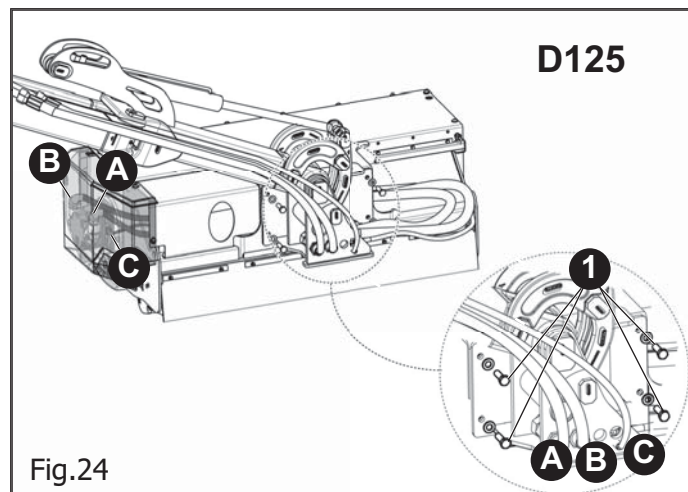
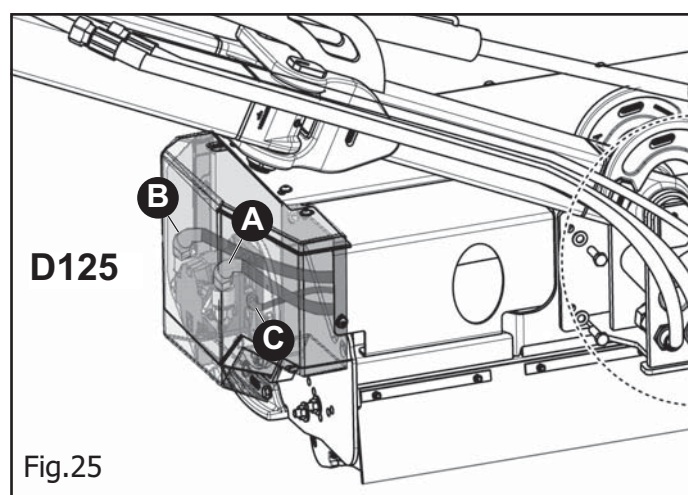
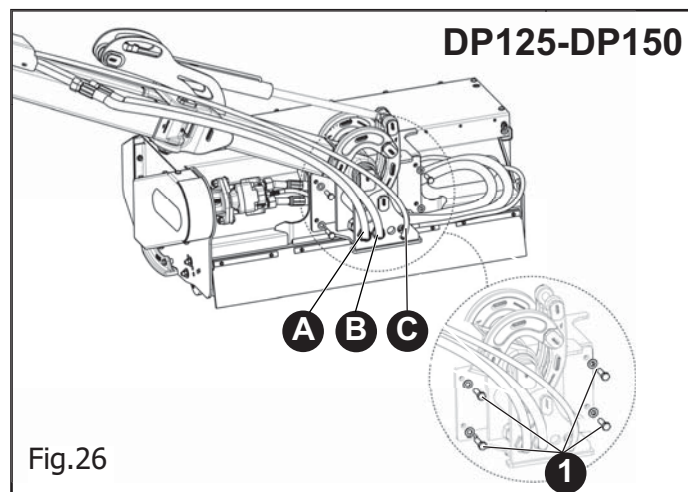
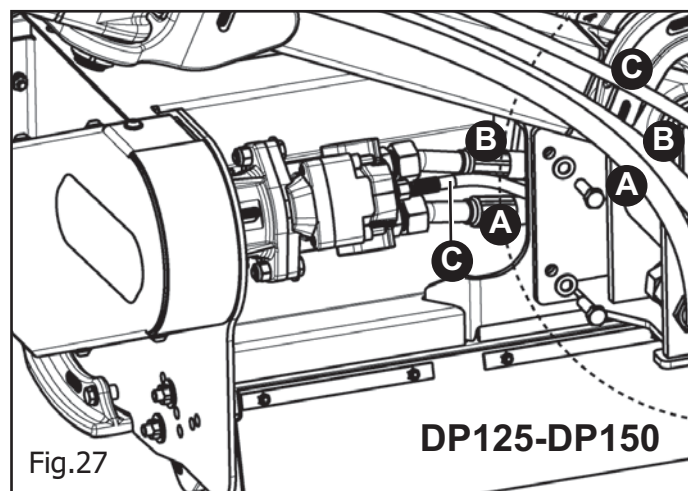

Fig.24
Fig.25
Fig.26
Fig.27
- 4) Fixer la tête avec les 4 vis (1 Fig.24 **D125** - 1 Fig.26 **DP125-150**) et les rondelles grower correspondantes.
- 6) Raccorder les tuyaux flexibles de refoulement et d'évacuation (A e B Fig.24 - Fig.25 **D125**; A e B Fig.26, Fig.27 **DP125-150**) au moteur hydraulique, après avoir déchargé la pression de l'installation en agissant sur le levier d'activation du rotor.
- 7) Raccorder le tuyau de drainage (C Fig.24, Fig.25 **D125** - Fig.26; C Fig.27 **DP125-150**) au moteur hydraulique
- 6) Débrancher les tuyaux (A), (B) et (C) du moteur hydraulique de la tête et les nettoyer de la poussière et/ou des crasses.
- 7) Pour éviter des pertes d'huile excessives, se munir d'un bac pour une récupération adéquate et des bouchons pour les tuyaux (A), (B) et (C).
- 8) Dévisser les quatre vis de fixation (1 Fig.24 - 1 Fig.26).